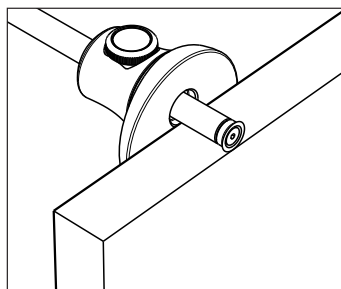

Figure 5 : Usage d'un trusquin pour déterminer la profondeur des entailles
3. Coincer le chant de la pièce mâle entre la pointe et le guide du trusquin pour déterminer la profondeur des entailles entre les queues. Voir la **figure 5**.